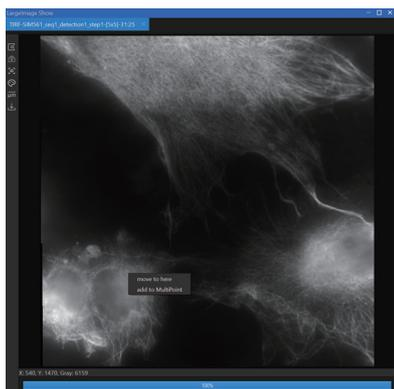

图3.11-3
③ 拼图完成后需要在【Experiment】取消勾选Scan Image后才能打开Multi ROI,在【LargelImage Show】需要拍摄图像的位置右键add to Multi-Point,使当前右键位置信息在Multi ROI中生成Point,添加Multi ROI后可执行Multi ROI采集图像的相关操作(添加sequence和Run)。在Live的状态下,【LargelImage Show】中可右键move to here快速定位(如图3.11-3所示)。